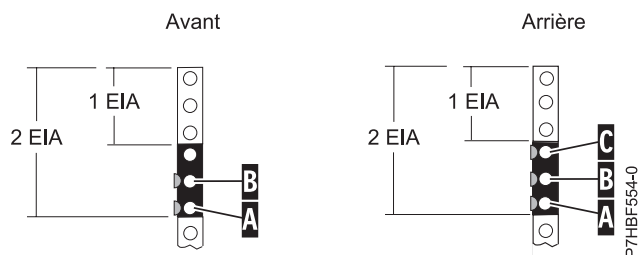

Figure 2. Marquer les trous sur l'avant et l'arrière du cadre de l'armoire
3. Commencez par le trou identifié par la marque **(A)** ; comptez un trou et placez la seconde marque **(B)**. Marquez l'armoire de sorte que la marque soit visible de l'arrière de l'armoire, comme illustré dans la figure 2.
6. Commencez par le trou identifié par la marque **(A)** ; comptez un trou et placez la seconde marque **(B)**, comme illustré dans la figure 2.
7. Commencez par le trou identifié par la marque **(B)** ; comptez un trou et placez la troisième marque **(C)**, comme illustré dans la figure 2.